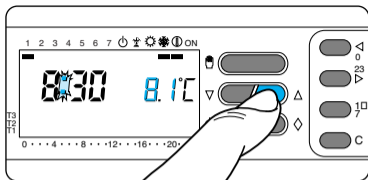
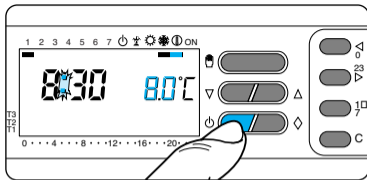

Fig. 53
Fig. 54
programma e compare la temperatura impostata precedentemente, che può essere variata agendo sul pulsante  $\nabla$  oppure  $\Delta$  (fig. 53).
**10.2** - Premere una sola volta il pulsante  $\text{⏻}$  (fig. 54) per posizionare l'apparecchio in funzionamento ANTIGELO  $\text{Ⓜ}$  e impostare la temperatura desiderata tramite il pulsante  $\nabla$  oppure  $\Delta$  (fig. 53).